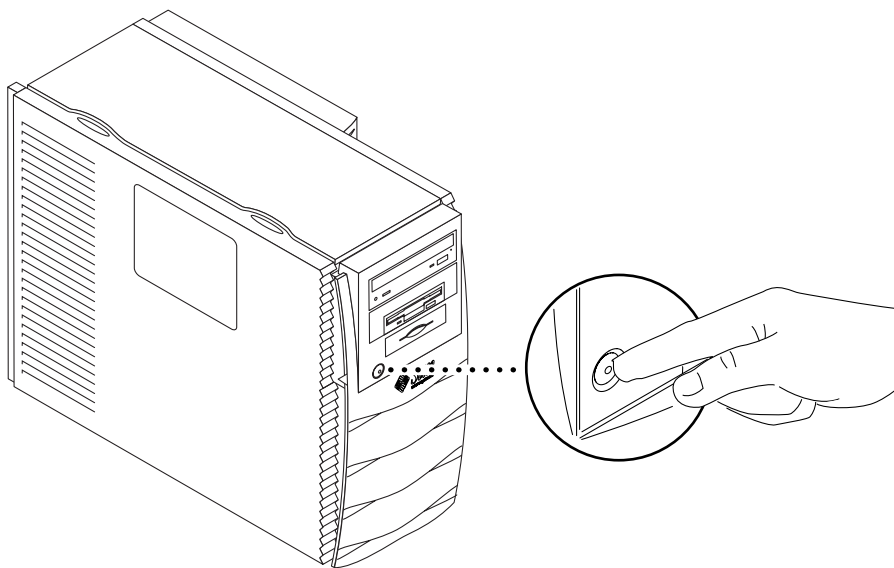

图 6 关闭系统电源
- a. 按下前面板上的电源开关并立即释放（请参阅图 6），可以自动关闭所有程序和操作系统，然后关闭工作站的电源。
- a. 按下前面板上的电源开关（请参阅图 6），关闭工作站的电源。
- a. 按下并按住前面板电源开关四秒钟（请参阅图 6），关闭工作站的电源。